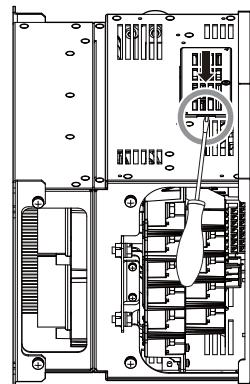

图 67 接口外罩的拆卸
3. 将一字螺丝刀插入图 67 中所示的凹处, 向图 67 的箭头方向拉动接口外罩, 将其从变频器上拆下。